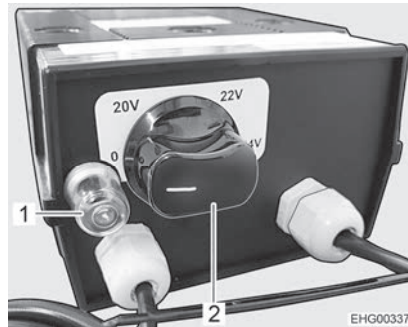

Fig. 129 Regolatore per riscaldamento elettrico del pavimento
- Ruotare il pomello girevole (Fig. 129,2) sulla potenza di riscaldamento desiderata.
Spegnimento: ■ Ruotare il pomello girevole (Fig. 129,2) sulla posizione "0".
In caso di sovraccarico del regolatore, si attiva la protezione contro il surriscaldamento. Il perno (Fig. 129,1) scatta all'infuori.
■ Una volta raffreddato il regolatore, premere il perno (Fig. 129,1) della protezione contro il surriscaldamento.